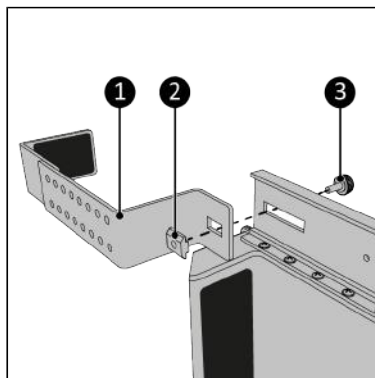

Figure 193.
7. Vissez le support (Figure 193, pos. 3) sur le rail principal situé à l'avant au moyen de la vis à bouton (Figure 193, pos. 1). Veillez à raccorder la vis à bouton à l'écrou coulissant (Figure 193, pos. 2).